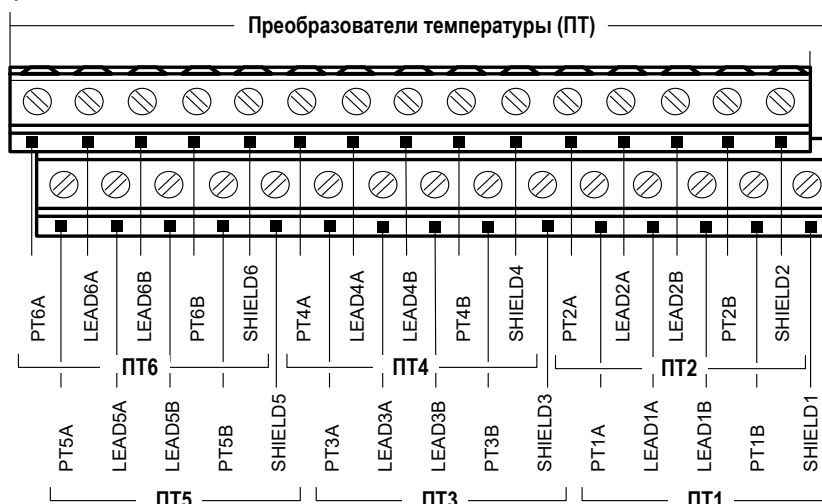

Рис.28. Обозначение коммутационных элементов подключения ПТ.
7.5.4.1. Входы предназначены для подключения преобразователей температуры с номинальным значением сопротивления 500 Ом и номинальным значением тока от 0,2 до 1,0 мА. Обозначение коммутационных элементов для подключения ПТ показано на рис.28.